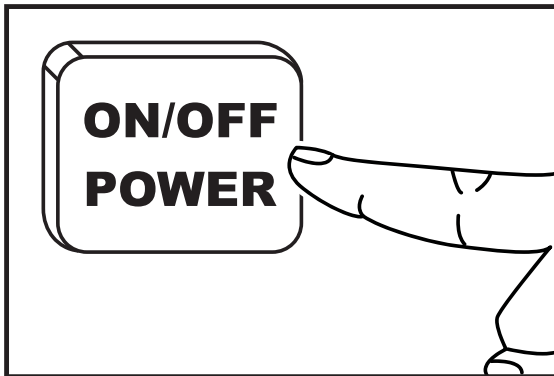

Fig. 9
- ▶ **4.1.5.** Wcisnąć przycisk "ON/OFF"/"POWER", aby włączyć urządzenie (Rys. 9).
- ▶ **4.3.1.** Wcisnąć przycisk "ON/OFF"/"POWER", aby wyłączyć urządzenie (Rys. 9).